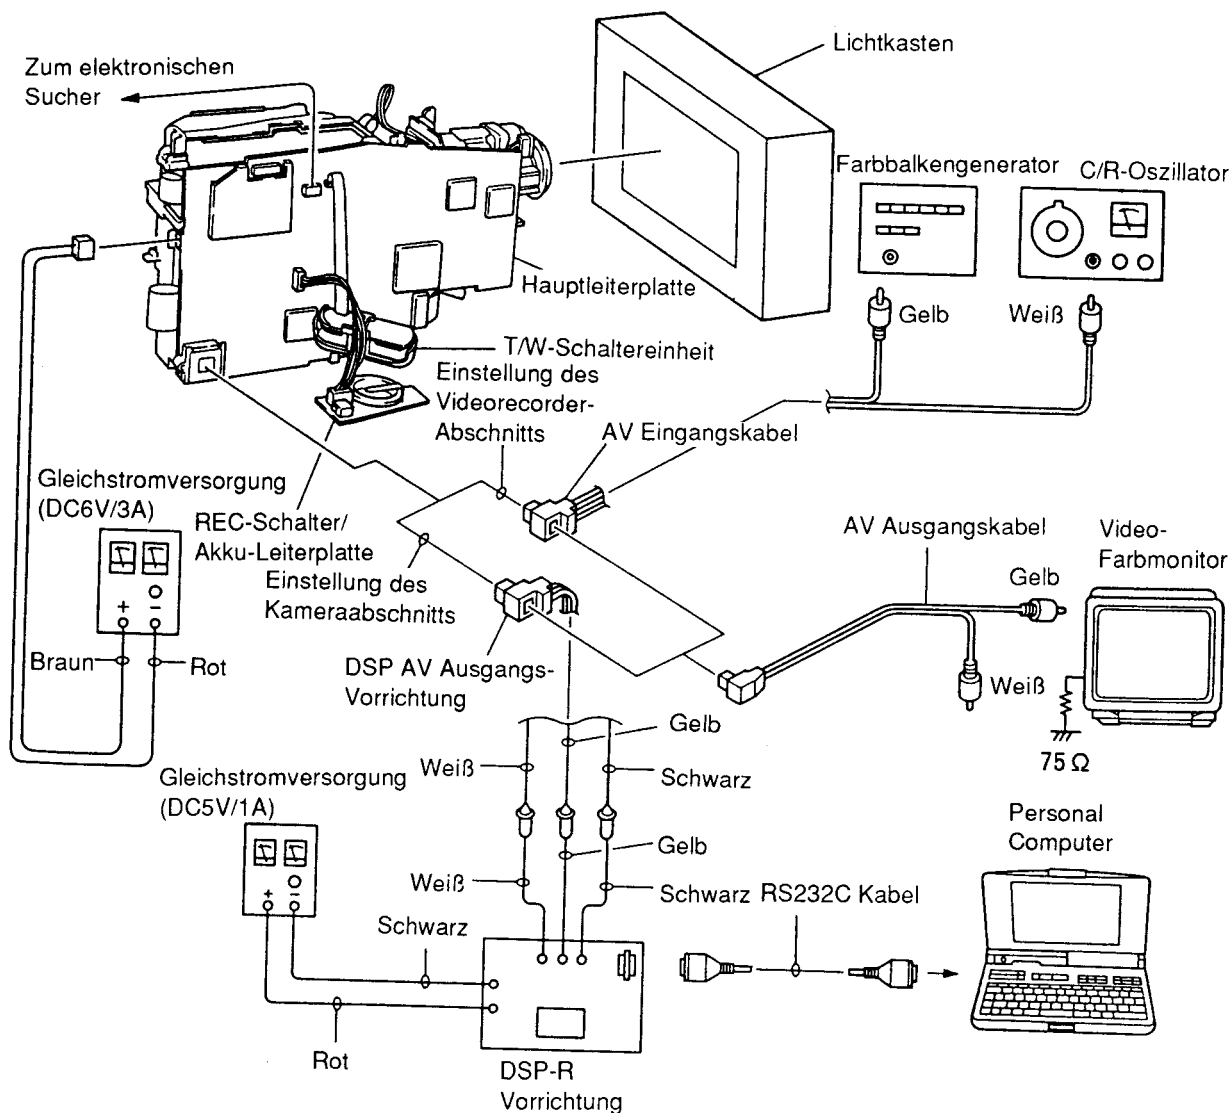

Fig. 1-1
Zuerst die nachfolgend aufgeführten Komponenten entfernen, wie es in Kapitel 2 Demontage beschrieben ist (siehe Abb. 1-1).
- 3) Diese Einheit, eine Stromversorgung und einen Video-Farbmonitor gemäß Abb. 1-1 anschließen.
Den Video-Kamerarecorder, die DSP-Vorrichtung, den Personal Computer, die Stromversorgung usw. gemäß Abb. 1-1 anschließen.